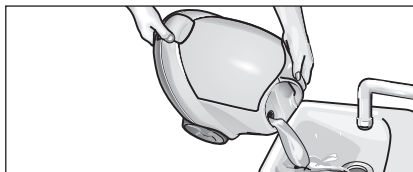

Fig.13: Enxaguar a caldeira
- Encha a caldeira com água e agite-a com força (para soltar os resíduos de calcário que se tenham depositado no fundo da caldeira) A seguir despeje a água, inclinando o aparelho para o canto com a tremonha de enchimento (ver fig 13).
- Despeje totalmente a água residual da caldeira (ver fig. 13).